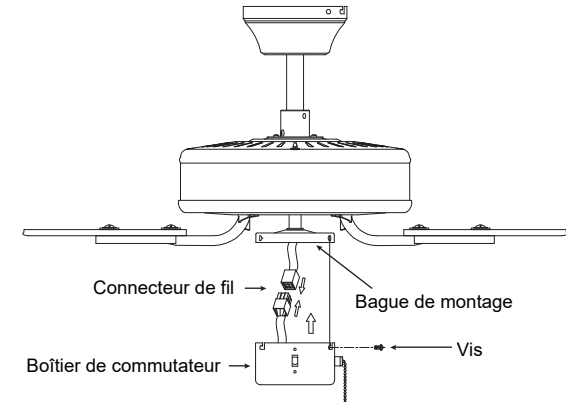

Fig. 15
Étape 1. Tout en maintenant le boîtier de commutateur sous votre ventilateur de plafond, rapprochez les connecteurs de fil carrés. Un du ventilateur et un du boîtier de commutateur (Fig. 15).
Étape 2. Poussez soigneusement tous les fils dans le boîtier de commutateur. Fixez le boîtier de commutateur sur la bague de montage avec les vis (fournies). Assurez-vous que les vis sont serrées fermement (Fig. 15).